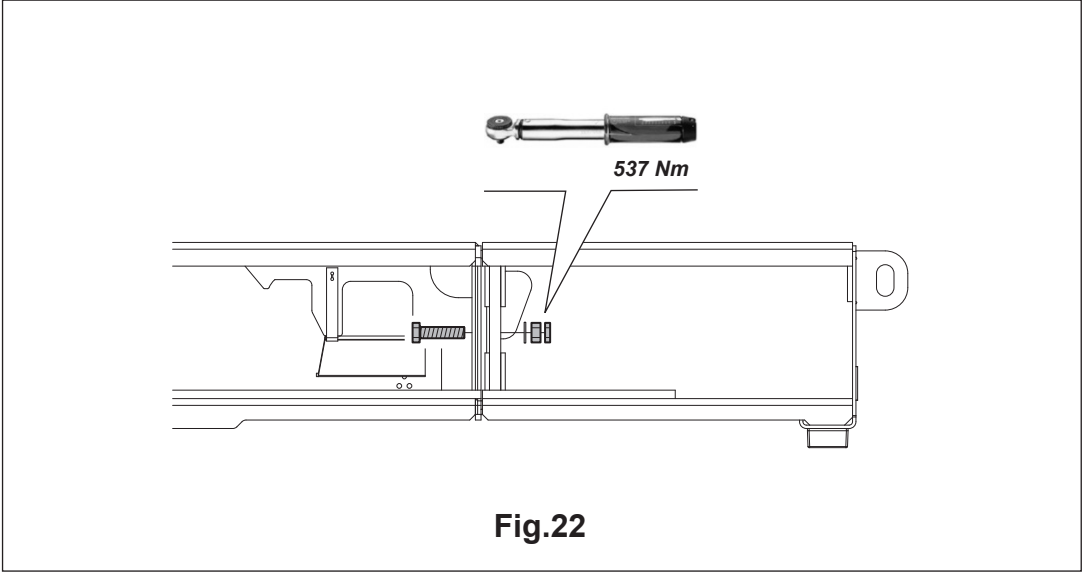

Fig.22
**intervenant exclusivement sur les vis de réglage (7) (en ajoutant éventuellement d'autres cales).**
Procéder comme indiqué plus haut mais attention : en réglant le niveau du pont avec les vis (7), l'arrêt du véhicule appuie sur la rampe et sur le chemin de roulement comme indiqué à la fig. 22.
**exclusivamente por medio de los tornillos de regulación (1) (añadiendo si fuera necesario más espesores) .**
Proceder como hemos descrito arriba pero teniendo presente que, nivelando el puente con los tornillos (7), el tope que hace que se pare el vehículo apoye sobre la rampa y sobre la plataforma, como indica la fig. 22.
Avvicinare e agganciare l'estensione ai ganci di sicurezza saldati all'estremità della pedana (fig. 22) per mezzo di n° 12 di viti, rondelle e dadi
Approach and connect the extension to the safety hooks welded at the end of the platform (fig. 22) by means of 12 screws, washers and nuts.
Die Verlängerung annähern und an den Sicherheitshaken, die am Ende der Plattform (Abb. 22) verschweißt sind, mit 12 Schrauben, Unterlegscheiben und Muttern einhaken.